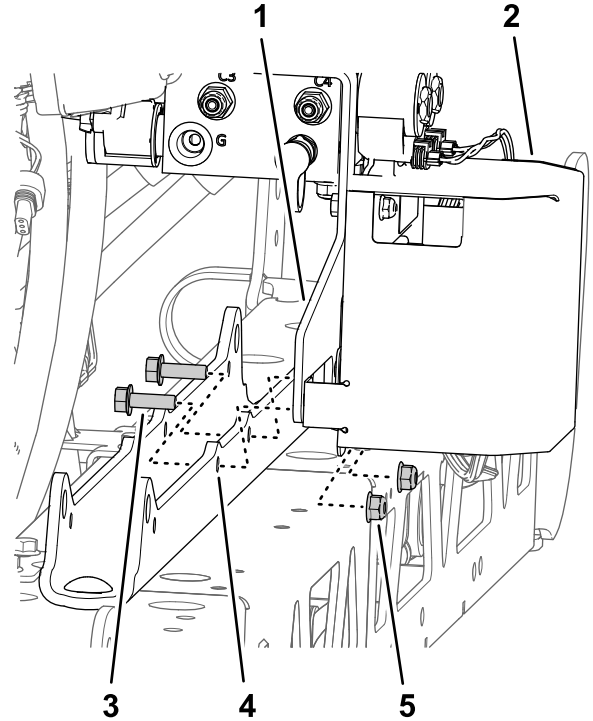

Figura 96
- B. Montate la staffa di supporto e la staffa del TEC sul supporto del cilindro (Figura 96) con i 2 bulloni a testa flangiata (5/16" x 1") e il dado di bloccaggio flangiato (5/16") che avete rimosso al passaggio 1 di Rimozione del collettore di sollevamento delle sezioni dalla sezione di irrorazione centrale \(pagina 25\).